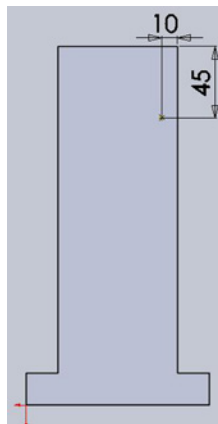

Figura 5.3 – Posicionando o furo
2.1 Crie um esboço na face da peça e desenhe um círculo de 2 mm, posicionando-o conforme a Figura 5.3.